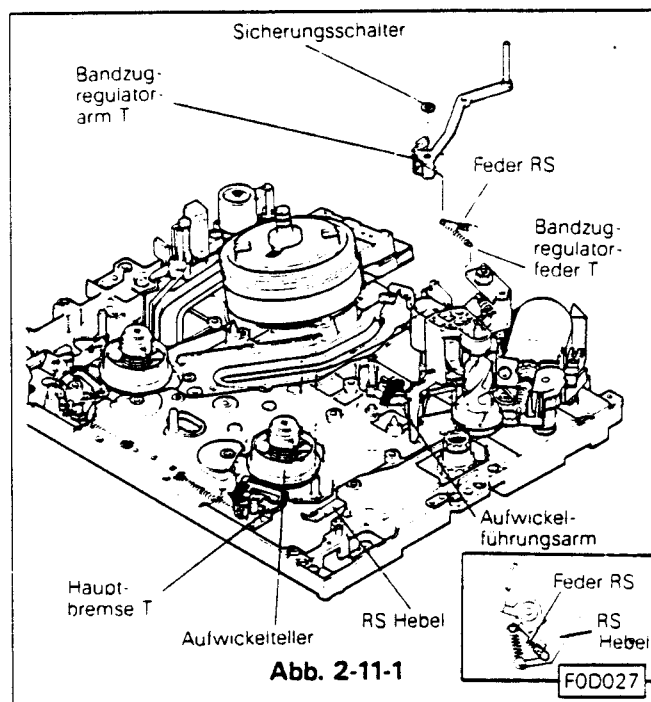

Abb. 2-11-1
### 2-11-1 Ausbau (siehe Abb. 2-11-1)
- N. Die Bandzugregulator-Feder T und die Feder RS am Regulatorarm T und Habel RS auf der Oberseite des Decks befestigen. (Siehe Abb. 2-11-1)